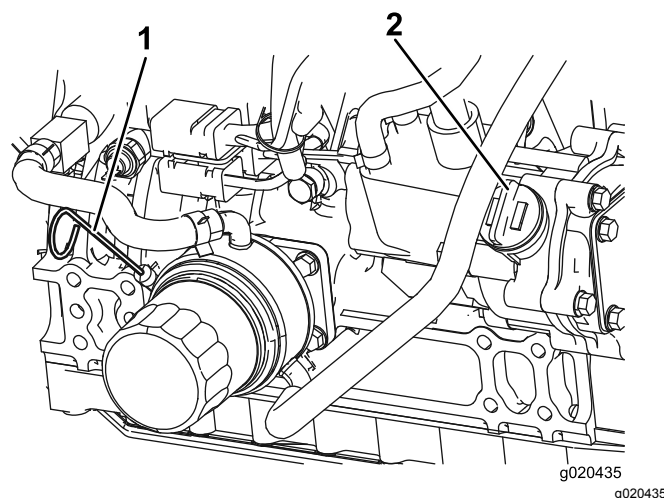

Figure 73
3. Sortez la jauge, essuyez-la sur un chiffon propre, replacez-la dans le goulot de remplissage, puis ressortez-la. Le niveau d'huile doit atteindre le repère maximum (Figure 73).
4. Si le niveau n'atteint pas le repère maximum, enlevez le bouchon de remplissage (Figure 73) et faites l'appoint jusqu'à ce que le niveau correct soit atteint. **Ne remplissez pas excessivement.**